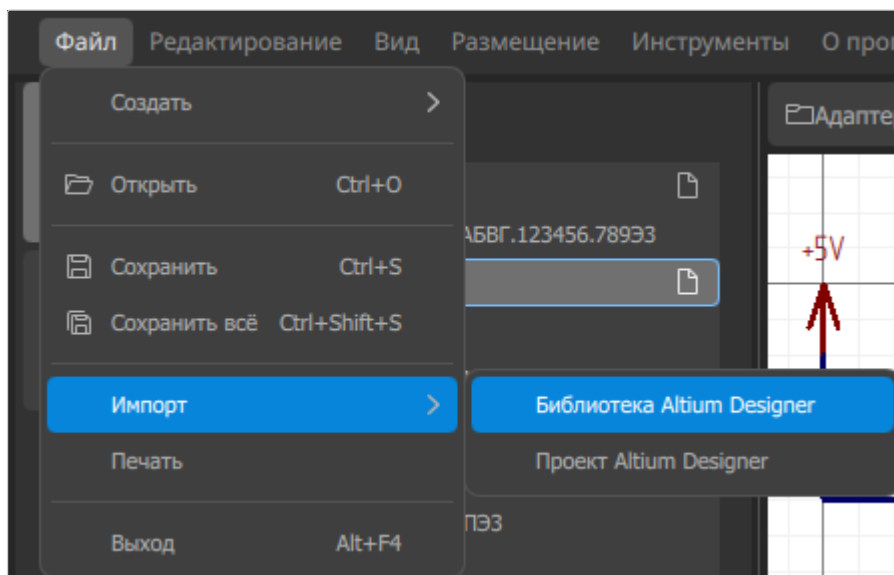

Рисунок 48. Пункт меню *Файл* → *Импорт* → *Библиотека Altium Designer*
- 1) Вызвать пункт меню *Файл* → *Импорт* → *Библиотека Altium Designer* (см. рисунок 48).